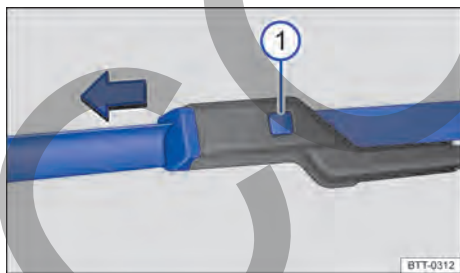

Fig. 180 Sustituir las escobillas de los limpiaparabrisas.
- Mantener la tecla de desbloqueo → fig. 180  presionada y, al mismo tiempo, retirar la escobilla del limpiaparabrisas en el sentido de la flecha.